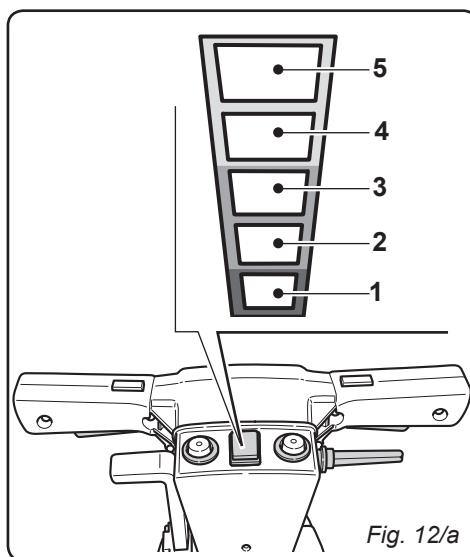

Fig. 12/a
9.1.f - Cuentahoras (Fig. 12/a)